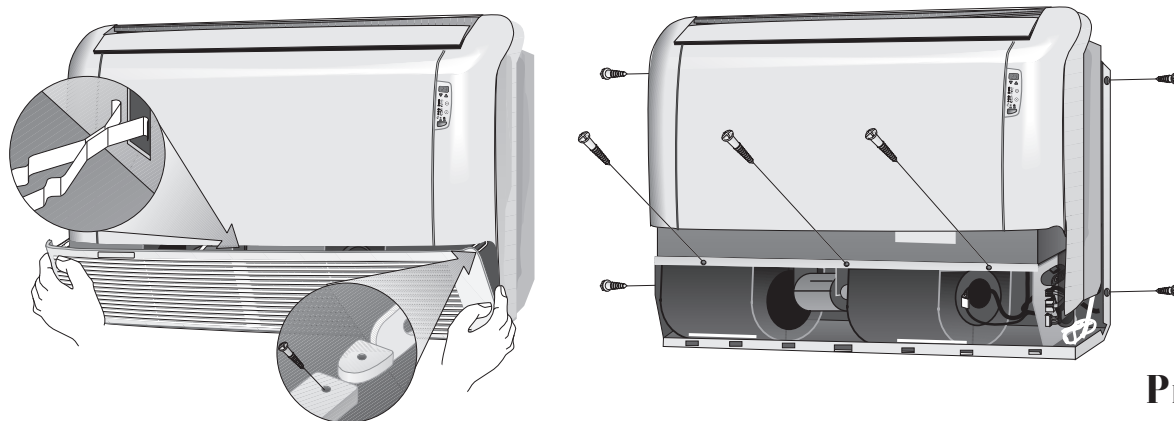

Рис. 3
- Осторожно снимите воздухозаборную решетку; удалите два винта, которыми она крепится по бокам, и вытащите решетку вместе с центральной удерживающей пружиной (см. рис. 3).
- Удалите семь винтов, которые показаны на рис. 3, и снимите лицевую панель.
- Установите лицевую панель с помощью семи винтов; см. рис. 3.